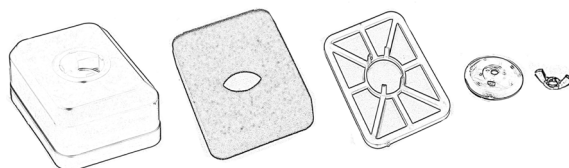

Figure 22
- Essorez délicatement le filtre et laissez-le sécher. Fig. 22.